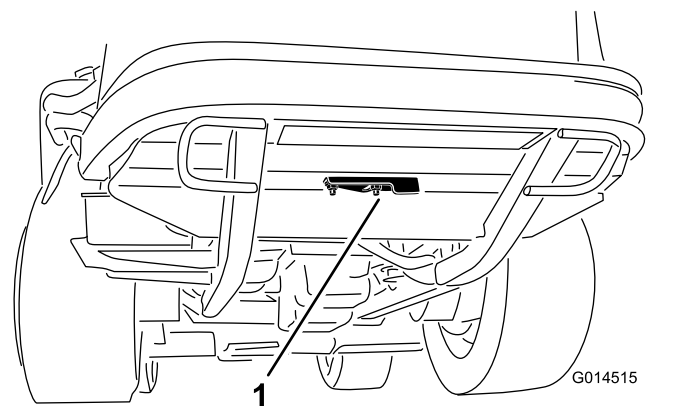

Figura 61
2. Afloje la tuerca con arandela prensada que sujeta la tapa del hueco de limpieza a la parte inferior del bastidor trasero (Figura 61). Gire la tapa a un lado para tener acceso al hueco de limpieza del bastidor.